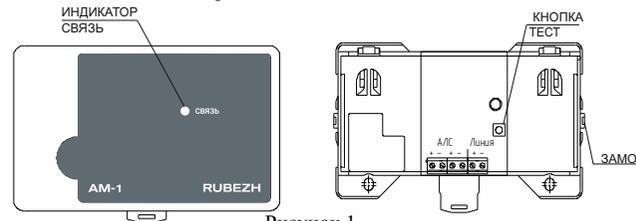

Рисунок 1
5.2 Адресная метка представляет собой конструкцию (рисунок 1), состоящую из корпуса, внутри которого размещена плата с элементами, обеспечивающая обработку сигналов со шлейфов сигнализации. На плате установлены клеммные контакты для подключения адресной метки к АЛС и для подключения шлейфов сигнализации.
7.5 Для конфигурирования адресной метки, подключенной к АЛС, начальный адрес которого неизвестен, необходимо зайти в меню прибора, выбрать пункт «Настройка» («Конфигурация») => «Сервис» => «Адресация устройств» и нажать «Кнопку» на адресной метке (рисунок 1). На экране откроется меню параметров адресной метки: